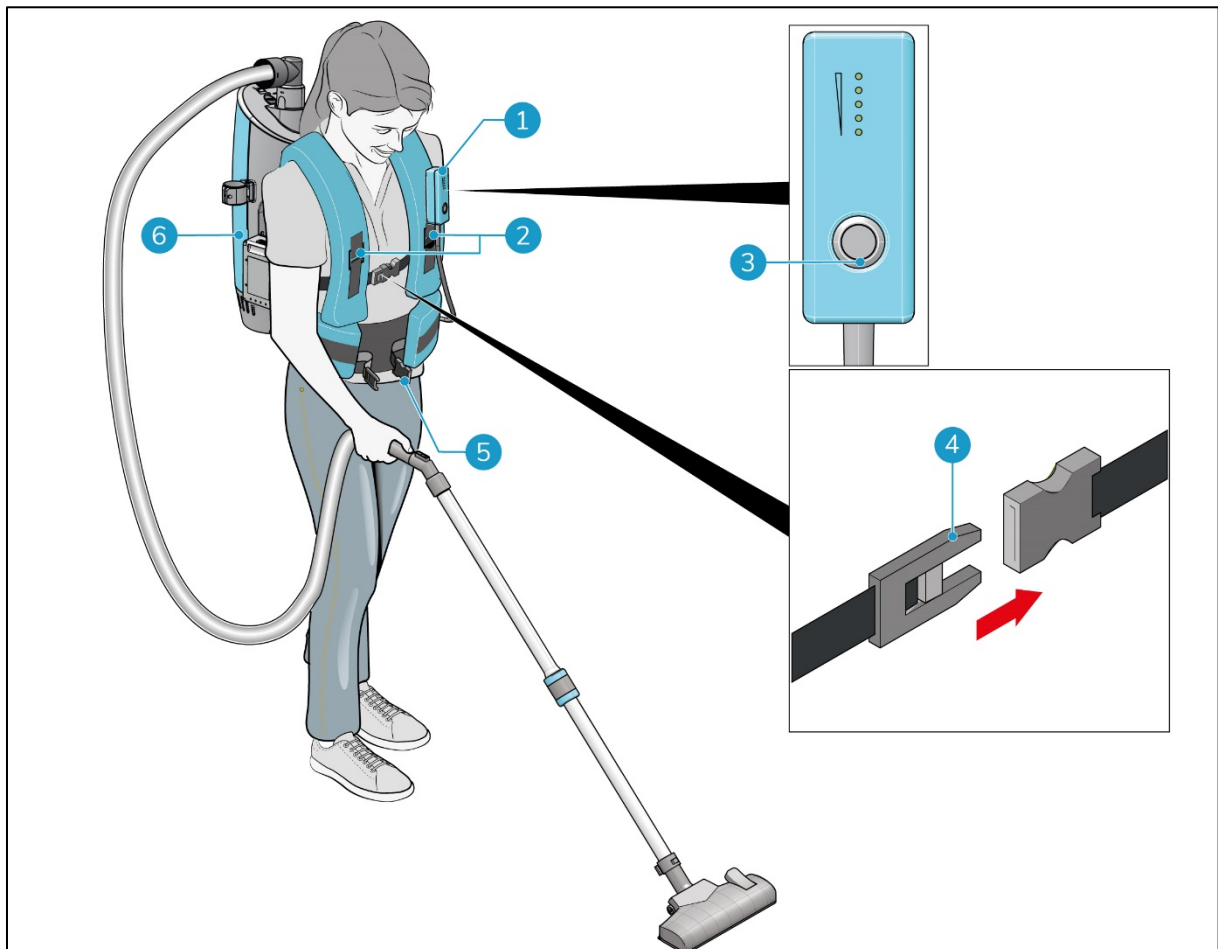

Figure 15
5. Placez l'i-move 2.5B® sur votre dos (Figure 15, pos. 6).
6. Fermez la ceinture, ajustez-la jusqu'à ce qu'elle s'adapte confortablement (Figure 15, pos. 5).
7. Serrez les 2 boucles jusqu'à ce qu'elles s'adaptent confortablement (Figure 15, pos. 2).
8. Attachez la boucle à l'avant (Figure 15, pos. 4).
9. Clipsez la télécommande sur la ceinture ou sur l'un des passants de la boucle (Figure 15, pos. 1).
10. Appuyez sur le bouton MARCHE/ARRÊT (Figure 15, pos. 3) pour allumer l'i-move 2.5B.
1. Appuyez sur l'interrupteur MARCHÉ/ARRÊT (Figure 15, pos. 3) pour éteindre l'i-move 2.5B®.
2. Détachez la boucle située à l'avant (Figure 15, pos. 4).
3. Détachez les deux boucles (Figure 15, pos. 2).
4. Ouvrez la ceinture (Figure 15, pos. 5).
5. Retirez la télécommande de la ceinture ou de l'un des passants de la boucle (Figure 15, pos. 1).